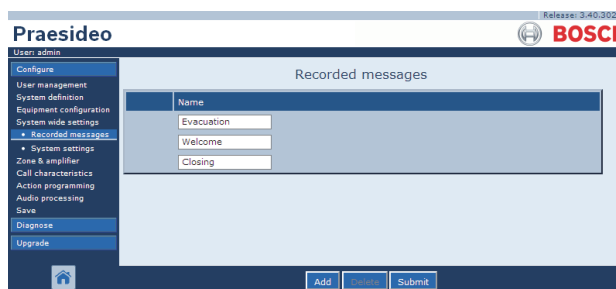

figura 45.2: Registrazione di un messaggio, passaggio 1
- 1 Passare a *Configure > System wide settings > Recorded messages*. Nella cornice principale dell'interfaccia web, appare una schermata simile a quella in figura 45.2.